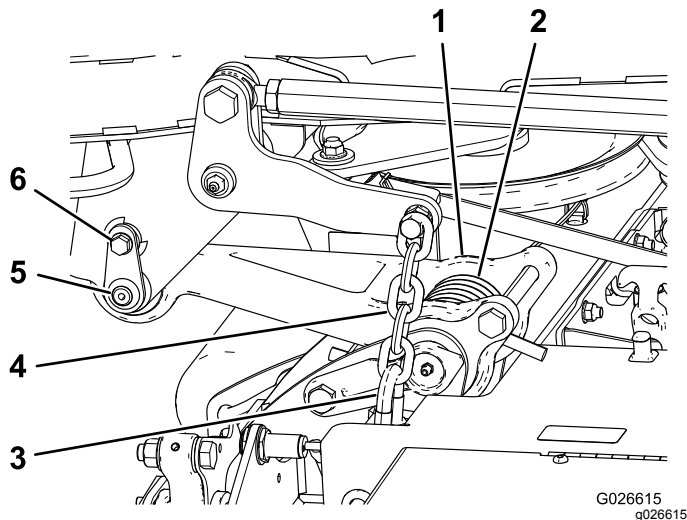

Figura 19
Nota: Coloque un bloque de madera o similar debajo de cada biela para sujetarla en la posición elevada (Figura 19).
2. Alinee la biela de tiro con el bastidor de tiro y sujete la cadena con el pasador de retención (Figura 19).
3. Sujete el pasador de retención al bastidor con el tornillo de cuello largo (Figura 19).